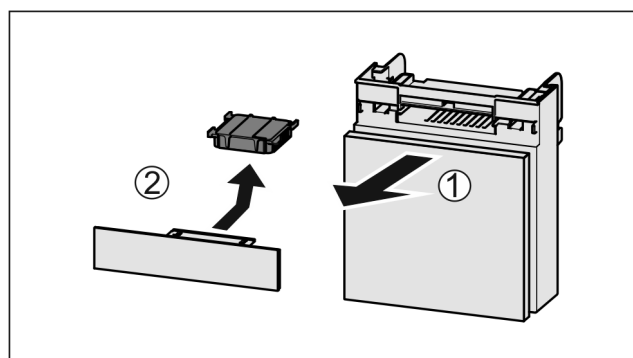

Fig. 142
- Издърпайте Fig. 142 (1) напред отделениято.
- Извадете Fig. 142 (2) филтъра с активен въглен.